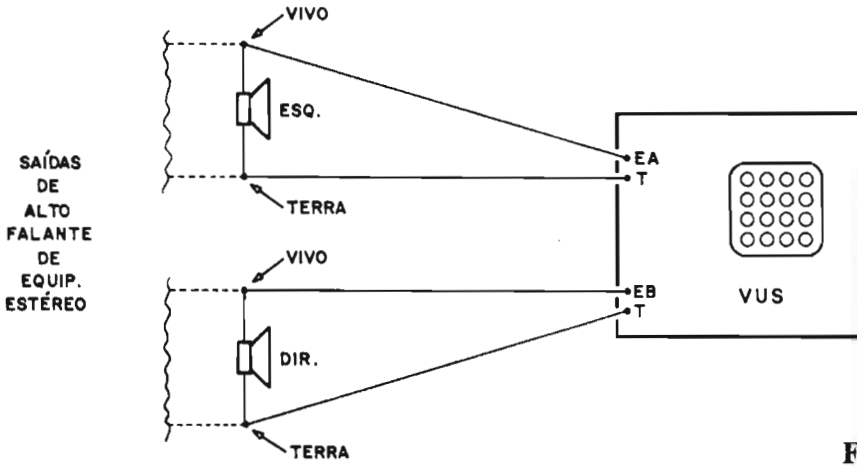

Fig.10
- **FIG. 10** - OBTENDO OS SINAIS DE EXCITAÇÃO PARA O VUS - Conforme já foi explicado, os sinais para excitação dos dois "eixos" de visualização no **display** do VUSCÓPIO, podem ser diretamente "puxados" dos próprios terminais dos alto-falantes dos dois canais de um sistema de áudio estéreo qualquer... É importante determinar-se nas tais Saídas para alto-falante, qual é o "polo" de "Terra", já
Com o VUSCÓPIO devidamente alimentado (ligado a uma fonte de 12 VCC, com disponibilidade de Corrente para um mínimo de 250 mA, ou ao sistema elétrico de um carro - 12V...) e com as conexões de sinal devidamente feitas (fig. 10), inicialmente ajusta-se o **volume** do áudio no equipamento, conforme os gostos ou necessidades do local/ouvinte... Os dois **trim-pots** de pré-ajuste do VUS (ambos de 4K7, codificados como PA e PB no "esquema" da fig. 1...) podem - inicialmente - ficar em suas posições **médias** ("meio giro" no